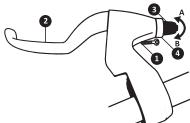
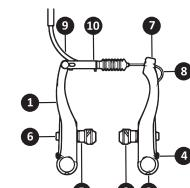

Рис. 13.1: Тормозная ручка тормозов V-типа и ее регулировки
Рис. 13.2: Тормоза V-типа и их регулировки
Тормозная ручка (рис. 13.1, поз. 2) механических тормозов (ободных или дисковых) имеет две регулировки — винт изменения расстояния до рычага тормозной ручки и механизм регулировки натяжения тросика. Расстояние до рычага тормозной ручки изменяется вращением винта (рис. 13.1, поз. 1). Установите положение рычага так, чтобы вы без проблем доставали до него пальцами, но при этом так, чтобы при нажатии на рычаг он не упирался в грипсы руля. Винт (рис. 13.1, поз. 3) и контргайка (рис. 13.1, поз. 4) регулировки натяжения тросика используются только для эксплуатационной подстройки натяжения троса тормоза. Каждый раз, когда вы регулируете натяжение, не забывайте зафиксировать винт с помощью контргайки.
Тормозной механизм V-типа представляет собой два подвижных рычага (рис. 13.2, поз. 1), каждый из которых вращается на шарнире (рис. 13.2, поз. 2). К рычагам присоединены тормозные колодки (рис. 13.2, поз. 3), которые своей фрикционной частью контактируют с колесным ободом при натяжении тросика, когда тормозная ручка нажата. Тормозной механизм регулируется винтами (рис. 13.2, поз. 4) натяжения возвратных пружин и положением тормозной колодки — при помощи набора сферических шайб (рис. 13.2, поз. 5). Правильно отрегулированный тормоз V-типа должен обеспечивать равномерный и одновременный прижим колодок к ободу. Расстояние между колодками и ободом при не нажатом тормозе должно составлять 1-3 мм.
Настройка углового положения колодок — необходима для того, чтобы колодки контактировали с ободом максимальной своей площадью. Ослабив натяжение винта (рис. 13.2, поз. 6), стягивающего набор сферических шайб (рис. 13.2, поз. 5), установите колодку параллельно ободу и строго напротив него. Затяните винт, удерживая колодку от проворачивания. Повторите процедуру для второй колодки тормоза.
- Открутите винт (рис. 13.2, поз. 7) зажима тросика и сдвиньте трос в нужную сторону, изменяя рабочую длину троса (от тормозной ручки до тормозного рычага). Затяните винт зажима троса.
Повторяйте последнюю операцию до тех пор, пока расстояние между колодками и ободом не примет требуемого значения. Тонкую регулировку при необходимости можно провести с помощью механизма (рис. 13.1, поз. 3, 4) регулировки натяжения тросика (см. ниже).
Эксплуатационная регулировка натяжения тросика производится по мере износа фрикционной части тормозных колодок и соответственно изменения их высоты. Открутите контргайку (рис. 13.1, поз. 4) и отрегулируйте рабочую длину тросика с помощью винта (рис. 13.1, поз. 3) так, чтобы свободный ход колодок вернулся к требуемым значениям. Не забудьте закрутить контргайку.
Замена колодок — необходима для поддержания работоспособности тормоза и сохранения его эффективности. Открутите винт (рис. 13.2, поз. 6), стягивающий набор сферических шайб (рис. 13.2, поз. 5), снимите внешние шайбы со шпильки и отсоедините колодку от рычага тормоза. Будьте аккуратны — шайбы легко соскаивают со шпильки и могут быть утеряны. Установка колодок производится в обратной последовательности. В процессе замены колодок необходимо проводить операцию по настройке их углового положения (см. выше).
Замена тормозного тросика производится в случае повреждения или износа тросика. Отверните винт (рис. 13.2, поз. 7) зажима тормозного троса, выньте его из зажимной части тормозного рычага (если установлен концевой колпачок на тросике, предварительно снимите его), а затем выньте тросик из рубашки (оплетки). Поверните регулировочный винт (рис. 13.1, поз. 3) на тормозной ручке и контргайку (рис. 13.1, поз. 4) так, чтобы разрезы на их корпусах совпали с прорезью на корпусе тормозной ручки. Нажмите на рычаг тормозной ручки и выньте тросик сквозь прорезь. Затем выньте концевой цилиндр крепления тросика из соответствующего паза на рычаге тормозной ручки. Установка тросика производится в обратной последовательности.
Механизм расстегивания тормоза V-типа — предназначен для того, чтобы вы имели возможность снять колесо с велосипеда без демонтажа тормоза или тормозных колодок, которые в рабочем состоянии не дают покрышке пройти между ними. Чтобы расстегнуть тормоз, необходимо одной рукой скжать пару тормозных рычагов (рис. 13.2, поз. 1), а другой — вынуть подводящую трубку (рис. 13.2, поз. 9) тросика из подвижной металлической стремянки (рис. 13.2, поз. 10). Застигивание производится аналогично: одной рукой скжимаем рычаги в направлении друг к другу (колодки будут касаться обода), а другой вставляем подводящую трубку в стремянку. Правильно настроенный тормоз позволяет расстегивать и застигивать обратно тормоза без нарушения их регулировки.